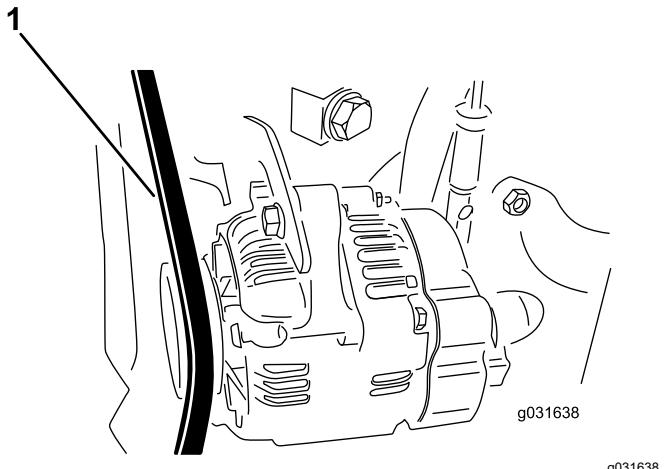

Figure 71
4. Appliquez une force de 30 N (22 po-lb) sur la courroie d'alternateur, à mi-chemin entre les poulies (Figure 71).